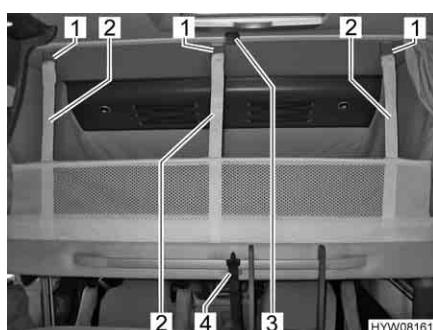

Fig. 87 Rete protettiva (montata)
- Staccare la cintura di ritegno (Fig. 87,4).
- Staccare le cinture di ritegno (Fig. 87,2) e sistemare la rete protettiva sotto il materasso.
- Assicurare il letto basculante al soffitto (Fig. 87,3) mediante la cintura di ritegno (Fig. 87,4).
*Fissaggio:* ■ Agganciare le cinture di ritegno (Fig. 87,2) ai ganci (Fig. 87,1) del soffitto.